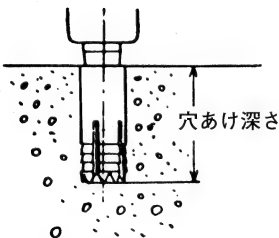

図 9
- (2) スイッチを入れ、自穿孔アンカーで下穴をあけます。（図9）